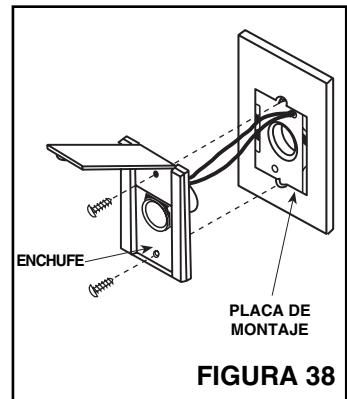

FIGURA 38
6. Véase la Figura 38. Alinee los agujeros de montaje del enchufe con los agujeros de la placa de montaje, positione el enchufe en la placa de montaje, y asegúrela con los tornillos proporcionados.